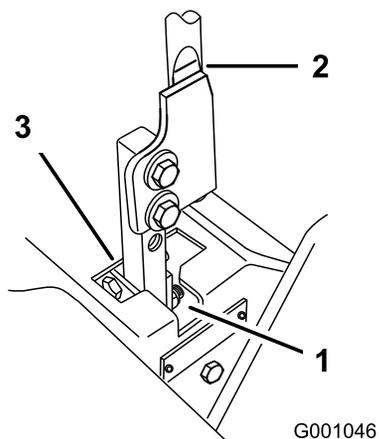

Figura 66
5. Mueva la palanca a la posición de punto muerto, pero no bloqueada (Figura 66).
6. Tire hacia atrás de la palanca hasta que el pasador (en el brazo debajo del eje pivotante) entre en contacto con el extremo de la ranura (empezando justo a tensar el muelle) (Figura 66).
7. Compruebe la posición de la palanca de control con relación a la muesca de la consola (Figura 66). Debe estar centrada para que la palanca pueda girar hacia fuera a la posición de BLOQUEO/PUNTO MUERTO.